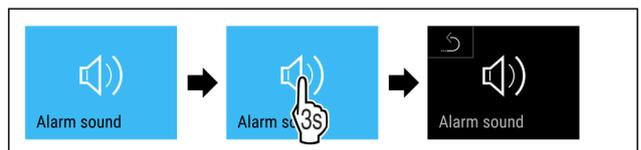

Fig. 111
- u Handlungsschritte (siehe Fig. 111) durchführen.